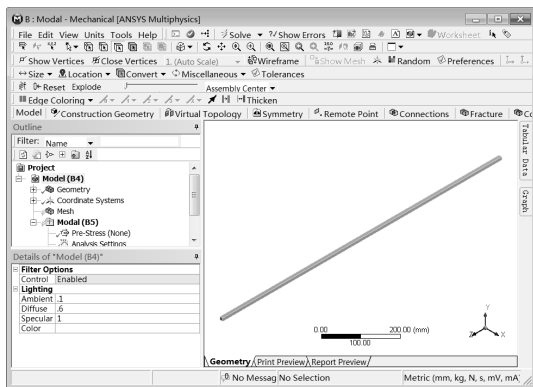

图 10-16 Mechanical 界面
Step1：双击项目 B 中的 B4 (Model) 选项，此时会出现 Mechanical 界面，如图 10-16 所示。